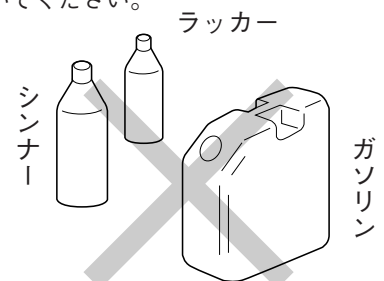

図2
- **引火性の液体の近くや、ガスなど爆発性の雰囲気での作業は絶対にしないでください。（図2）**